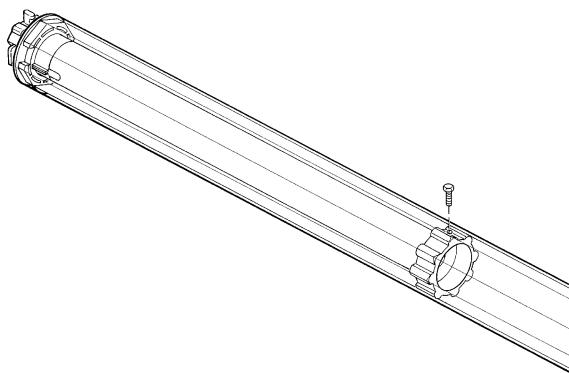

Abb. 5
5. Das Mitnehmrad **[D]** mit einer Schraube M4x10 so an der Rolle befestigen, dass mögliche Längsverschiebungen des Motors nicht möglich sind (Abbildung 5). Achtung: die Schraube muss das Rad **[D]** genau zentrieren, daher die Position messen, die das Rad haben wird, nachdem der Motor in der Rolle steckt, bevor das Loch für die Schraube gebohrt wird.